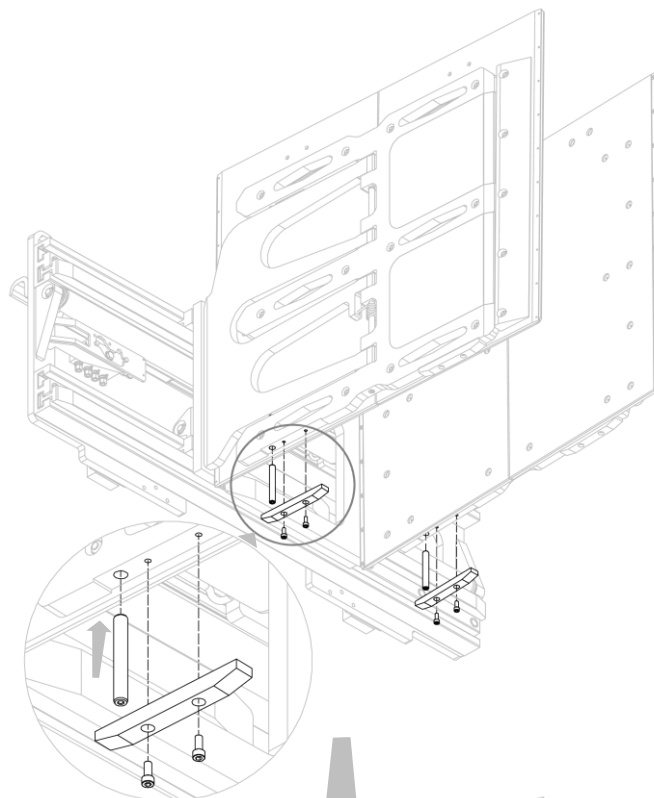
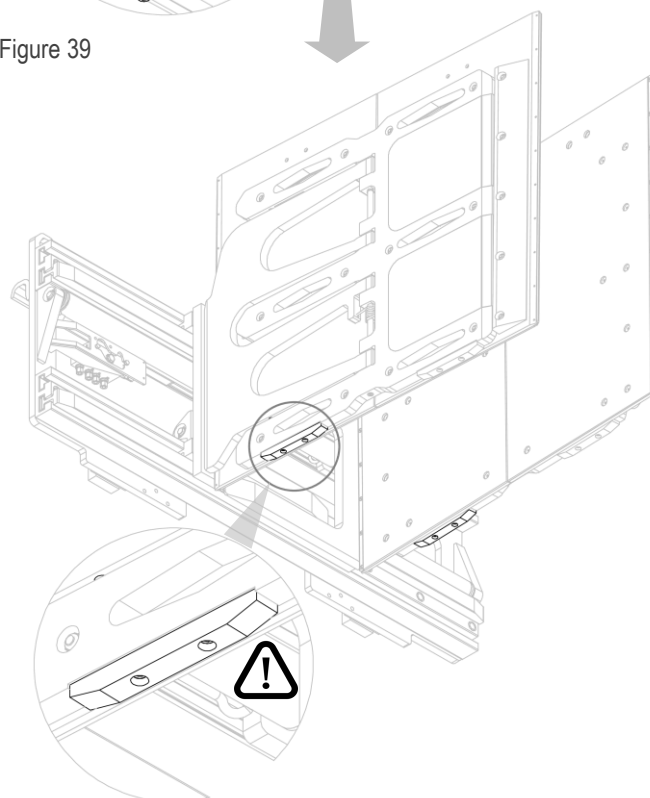

Figure 39
Figure 40
3. Insérer, une par une, les goupilles inférieures anti-oscillation, après avoir temporairement retiré les patins anti-frottement (voir *Figure 39* et *Figure 40*).